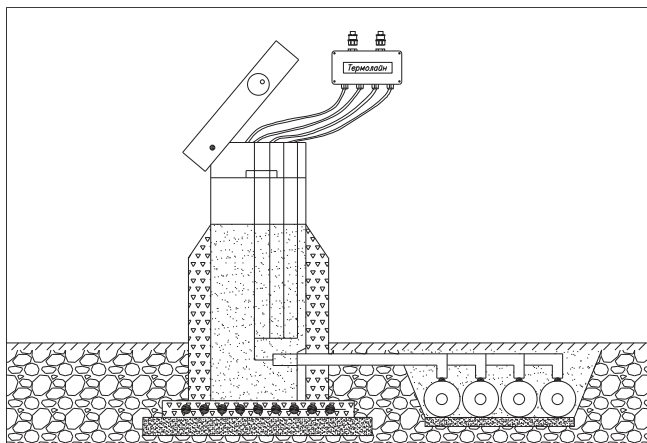

Рис. 12 Установка терминала в наземном ковре
16. При установке терминала в наземном ковре (Рис. 12) пункты с **10** по **12** не выполнять.